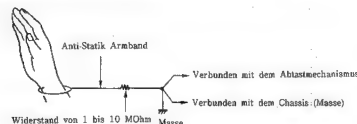

Abb. 13
(2) Behandlung der mechanischen Baugruppe (Abb. 13)
Wenn Sie den Abtastmechanismus oder die Mechanik in die Hand nehmen, sollten Sie ein Anti-Statik Armband, wie in Abbildung 13 gezeigt, tragen. (Sie können sich ein Anti-Statik Armband aus gewöhnlichem Leitungsdraht anfertigen.)